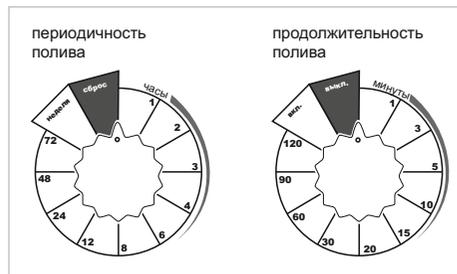

Рис. 3
1. Для новой программы переключите таймер (продолжительность полива) в положение "Выкл." (см. Рис.3)